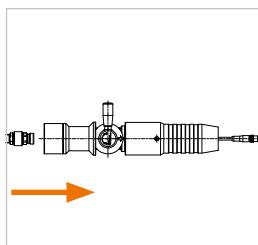

Abbildung 13
- Stecken Sie den WEH® Servicenippel bis zum Anschlag in die Füllkupplung ein und halten Sie die Kupplung in dieser Position (OFF-Stellung) (Abbildung 13).